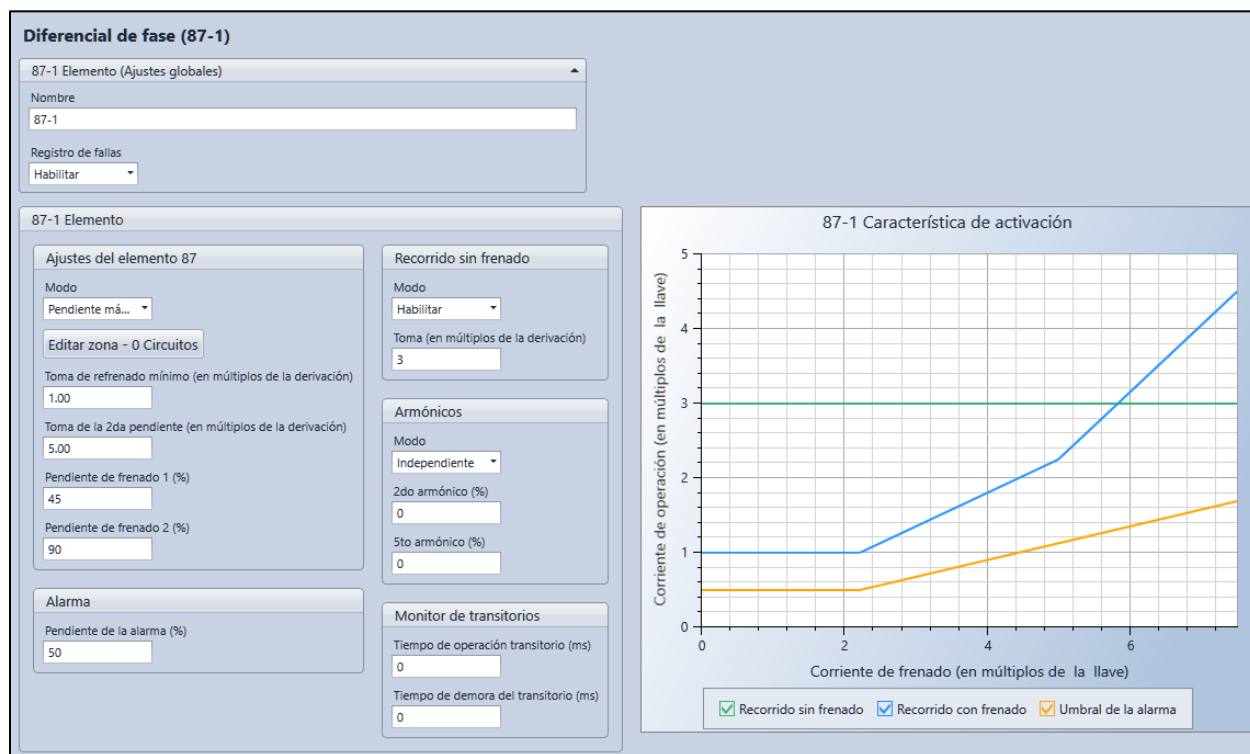

Figura 38-7. Pantalla de ajustes Diferencial de fase
Los ajustes operativos del elemento diferencial de fase se configuran en la pantalla de ajustes Diferencial de fase (87) (Figura 38-7) en BESTCOMSP_{Plus}.